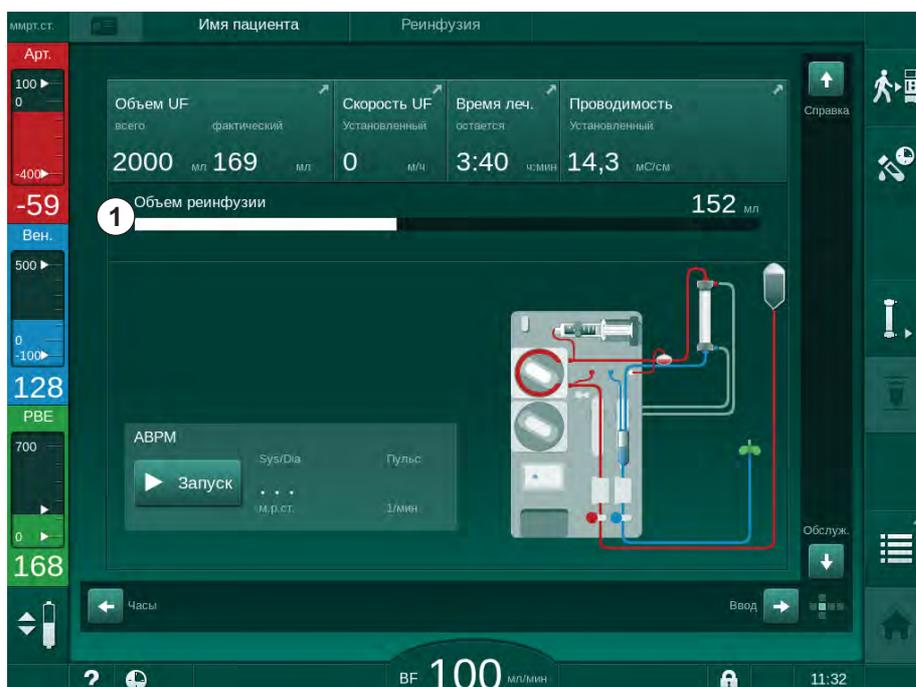

Рис. 6-20 Реинфузия в процессе
☞ На экране отображается объем реинфузии крови (Рис. 6-20, ① ).